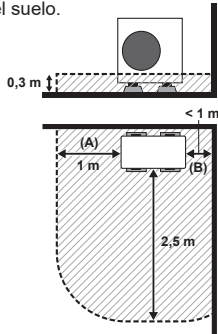

Fig. 3-4
(3) Cuando se instala en un lugar con 2 superficies abiertas (donde la distancia entre un lado de la unidad y la pared es inferior a 1 m, por ejemplo, en la esquina de la pared de un edificio) (Fig. 3-4)
Cuando la distancia entre un lado de la unidad y la pared es inferior a 1 m, se aplican las mismas condiciones que se muestran en la Fig. 3-4.